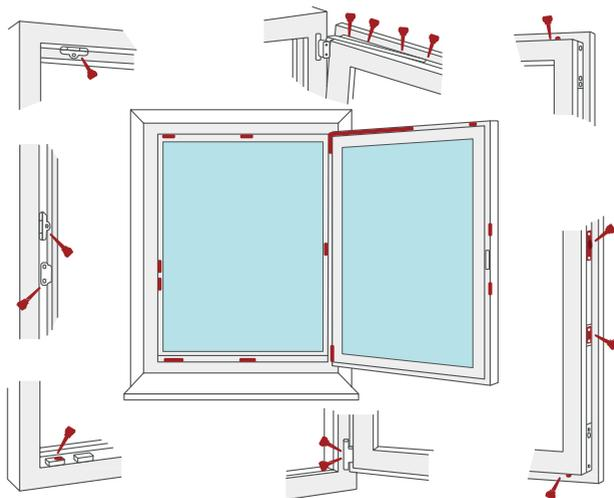

Рис. 1
Поворотная и (или) поворотно-откидная фурнитура открывает створки в двух плоскостях. Подвижные механизмы изделий не должны заедать. При необходимости смажьте изделия (см. рисунок 1).
2. Чтобы распахнуть створку окна, ручку поверните на 90 градусов в горизонтальное положение (положение «Открыто» на рис. 1). При повороте ручки закрытую створку слегка прижимают к раме другой рукой (чуть выше ручки). Затем, потянув за ручку, створку распахивают (сплошной режим — поворотное открывание).